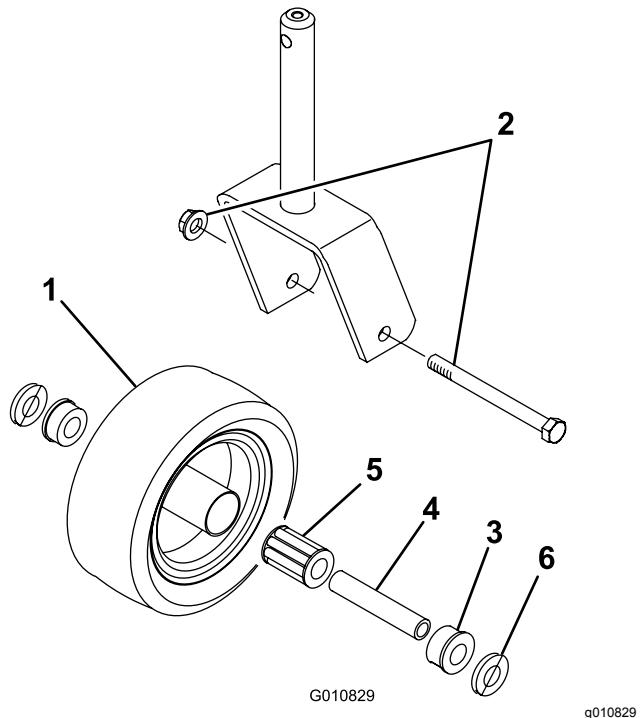

Figura 22
1. Retire la contratuerca del tornillo de caperuza que sujetla el conjunto de la rueda giratoria a la horquilla (Figura 22).
3. Retire el casquillo intermedio del cubo de la rueda (Figura 22).
- Coloque el otro casquillo en la parte abierta del cubo de la rueda para fijar el cojinete dentro del cubo (Figura 22).